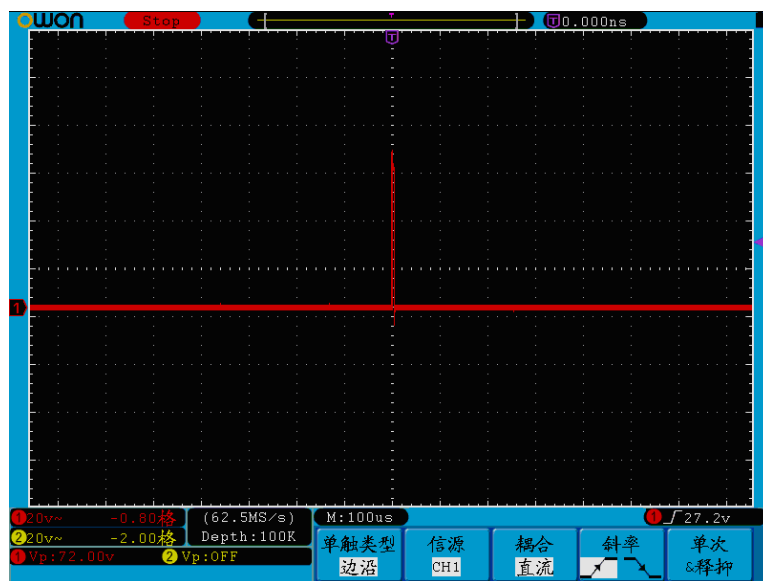

图6-3：捕捉单次信号
- (5) 按 F2 键，选择峰值检测。
- (6) 按触发菜单按键，显示触发菜单。
- (7) 按 H1 键，显示触发类型菜单。
- (8) 按 F1 键，选择触发类型为单触。
- (9) 旋转通用旋钮，选择触发模式为边沿。
- (10) 按 H2 键，显示信源菜单。
- (11) 按 F1键，选择信源为 CH1。
- (12) 按 H3 键，显示耦合菜单；按 F2 键选择耦合为直流。
- (13) 按 H4 键，选择斜率为 （上升）。
- (14) 旋转 **触发电平** 旋钮，调整触发电平到被测信号的中值。
- (15) 若屏幕上方 **触发状态指示** 没有显示 **Ready**，则按下 **Run/Stop**（运行/停止）按键，启动获取。等待符合触发条件的信号出现。如果有某一信号达到设定的触发电平，即采样一次，显示在屏幕上。利用此功能可以轻易捕捉到偶然发生的事件，例如幅度较大的突发性毛刺：将触发电平设置到刚刚高于正常信号电平，按 **Run/Stop**（运行/停止）按键开始等待，则当毛刺生时，机器自动触发并把触发前后一段时间的波形记录下来。通过旋转面板上水平控制区域的 **水平位置** 旋钮，改变触发位置的水平位置可以得到不同长度的负延迟触发，便于观察毛刺发生之前的波形。见图 6-3。